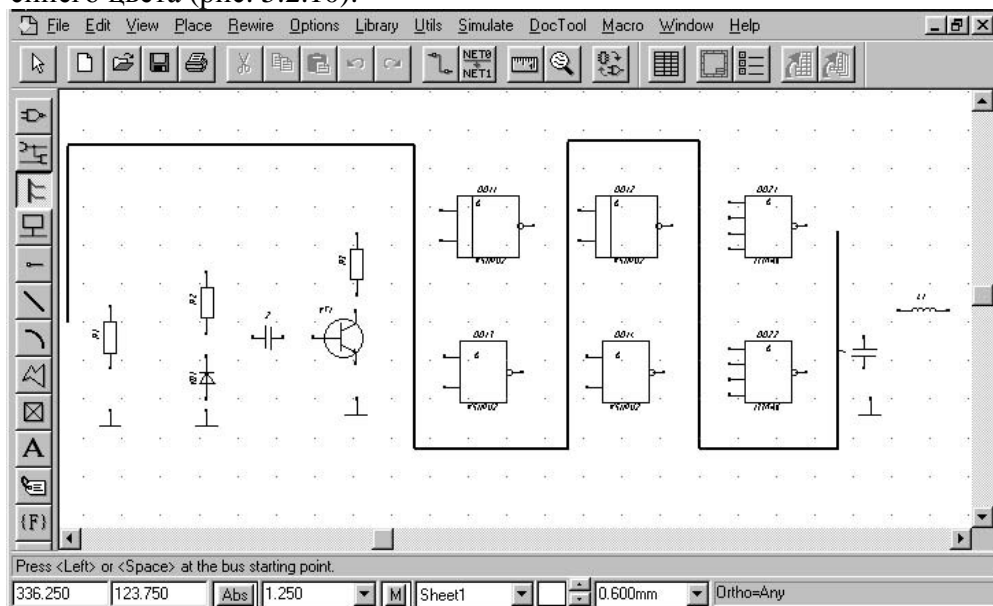

Рис. 5.2.10
5. Провести линию группой связи. Для этого выполнить команды **Place/Bus** (Провести шину). Эту линию проведем между всеми элементами схемы. Поэтому щелкнуть ЛК в 1-й точке с координатами (45, 145) и, не отпуская ЛК, провести вертикальную линию до изгиба в точку (45, 208.75), отпустить ЛК. Снова нажать ЛК и, удерживая ее, провести горизонтальную линию от точки (45, 208.75) до точки изгиба (157.5, 208.75), отпустить ЛК. Подобным образом провести шину до конца через остальные семь точек с координатами (157.5, 108.75), (207.5, 108.75), (207.5, 208.75), (250, 208.75), (250, 108.75), (295, 108.75) и (295, 180). Щелкнуть ПК. В результате появится изображение линии групповой связи (обычно) синего цвета (рис. 5.2.10).